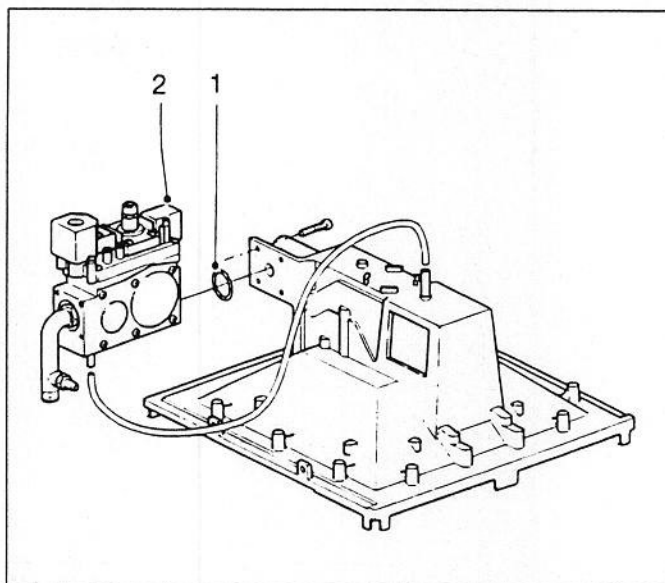

Abb. 6.3
- Demontieren Sie die Gasarmatur Honeywell (Abb. 6.3, Nr. 2). (Entfernen Sie die Innensechskant schrauben und die Verschlußringe (Abb. 6.3, Nr. 1); achten Sie auf den O-Ring).